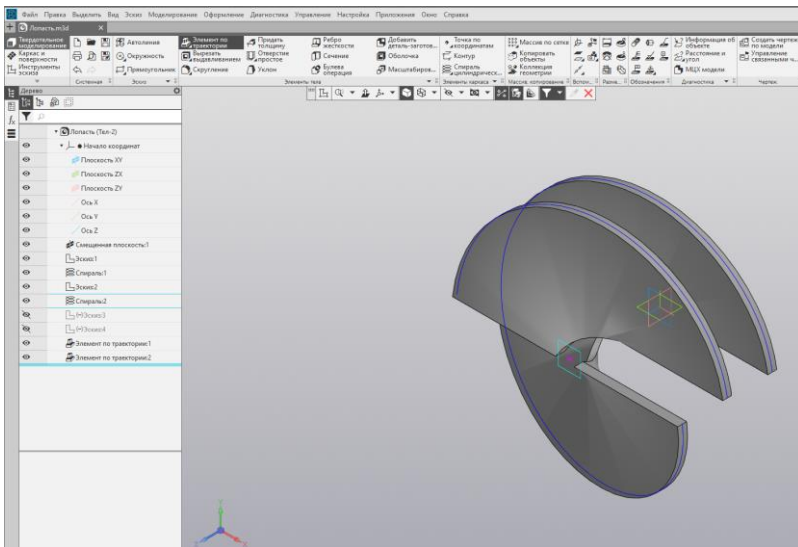

Рис. 51.
4) Аналогично постройте кинематический элемент для Спирали 2, указав Эскиз:4 и Спираль:2 в Дереве модели. Нажмите кнопку **Создать объект**  (рис. 51).